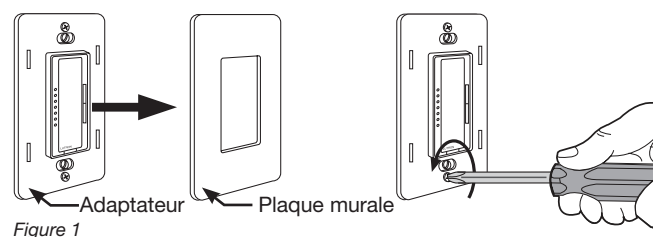

Figure 1
2. Retirez la plaque murale et l'adaptateur. Voir la Figure 1.
6. Installez l'adaptateur et la plaque murale. Voir la Figure 1.